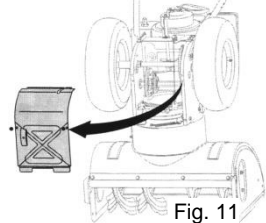

Fig. 11
2. Pivotați cu grijă aruncătorul în sus-față pentru a se sprijini pe carcasa frezei. Îndepărtați capacul din partea de jos a aruncătorului înălțurând cele 4 șuruburi pentru tablă care îl fixează. Vezi Fig. 11.